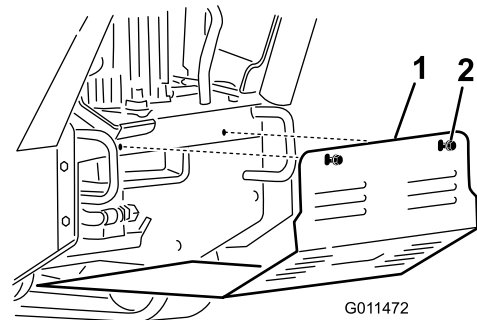

Figura 23
3. Afloje secuencialmente los 2 pernos que sujetan el protector inferior hasta que el deflector quede libre (Figura 23).
5. Para instalar el protector antes de utilizar la máquina, deslice el protector inferior en la máquina de modo que descansa sobre las 4 pestañas y sujételo con los 2 pernos que aflojó anteriormente (Figura 23).